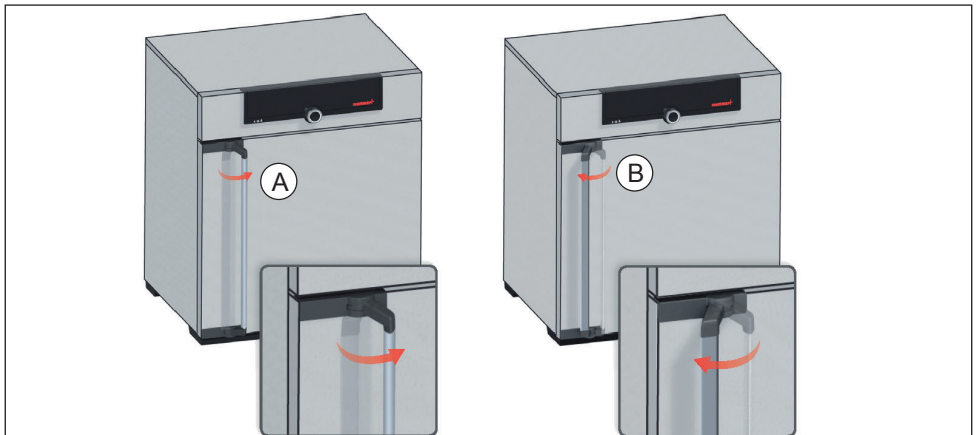

Abb. 15 Tür öffnen und schließen
- ▶ Zum Öffnen der Tür Türgriff zur Seite ziehen (je nach Türvariante links oder rechts, Abb. 15, A) und Tür ganz aufmachen.
- ▶ Zum Schließen Tür zudrücken und Türgriff zur Seite drücken (B).